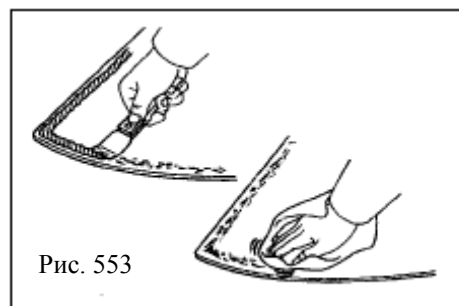

Рис. 553
8. Очистите заднее стекло (рис. 553)